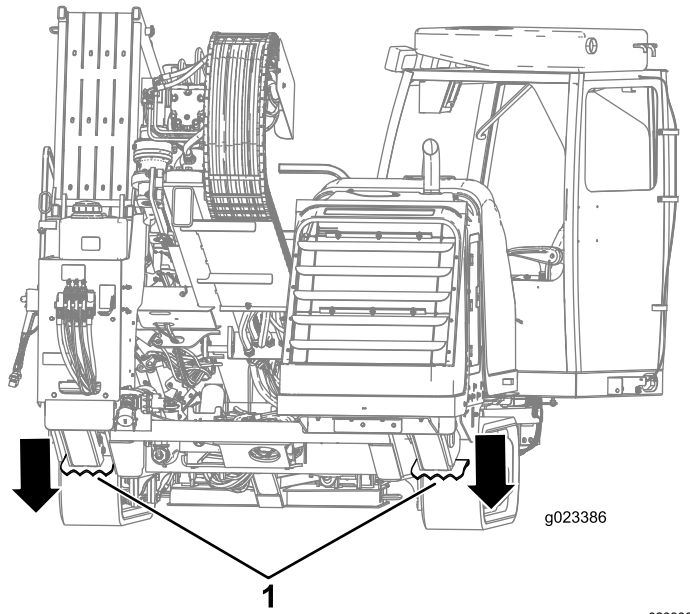

Figure 46
5. Abaissez les stabilisateurs arrière jusqu'à ce qu'ils soient bien en appui sur le sol, ou jusqu'à ce que l'angle de pénétration voulu soit obtenu (Figure 46).